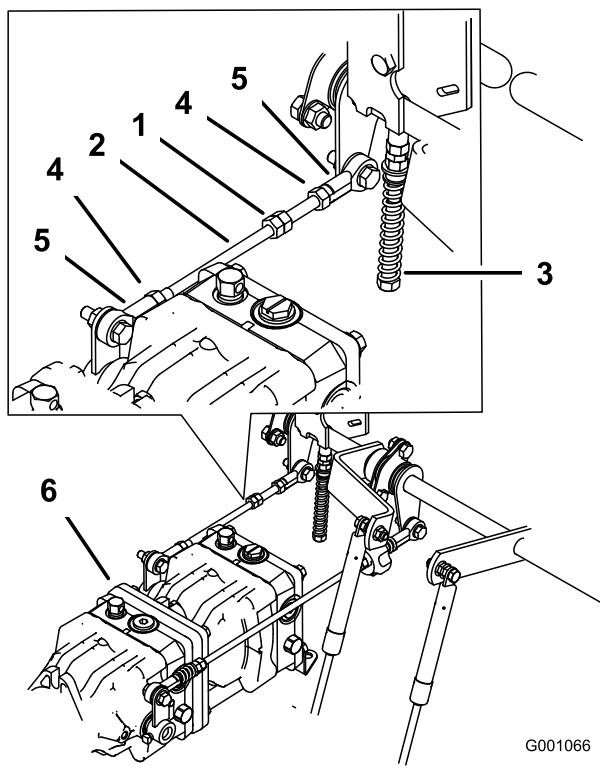

Figura 99
1. Desaperte as porcas de bloqueio nas rótulas na barra de controlo da bomba (Figura 99).
3. Ajuste o comprimento da barra da bomba rodando as porcas duplas na barra, na direção adequada, até que a roda fique parada ou a rodar ligeiramente para trás (Figura 99).
6. Aperte as porcas de bloqueio nas rótulas (Figura 99).